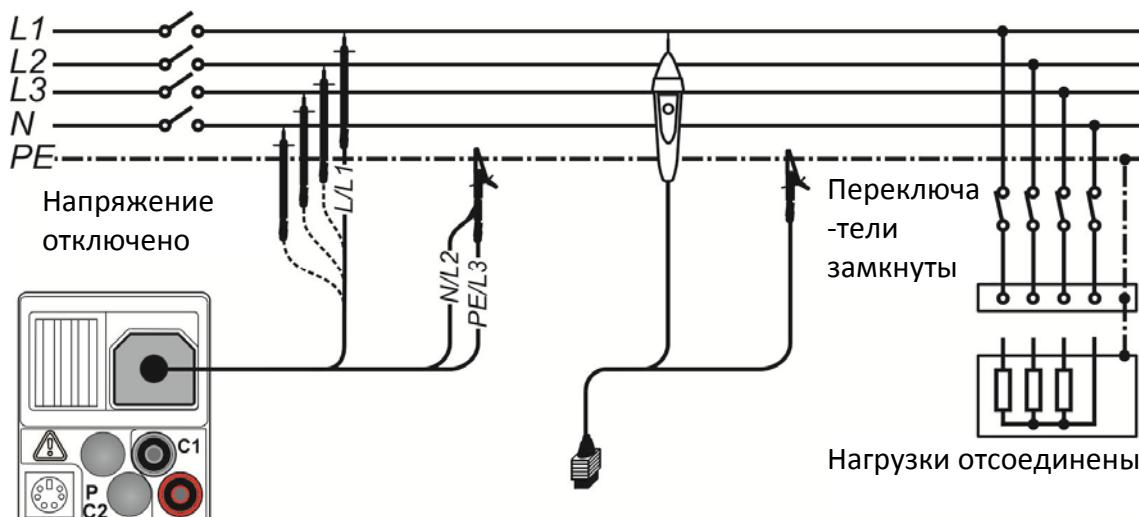

Рисунок 5.6: Подключение 3-х проводного тестового кабеля и щупа с наконечником «Tip commander» ($U_N \leq 1 \text{ кВ}$)
- **Подсоедините** испытательный кабель к прибору и затем к исследуемому компоненту (см. Рисунок 5.6: Подключение 3-х проводного тестового кабеля и щупа с наконечником «Tip commander» ($U_N \leq 1$ кВ)
- **Подсоедините** испытательный кабель к прибору и затем к исследуемому компоненту (см. Рисунок 5.6: *Подключение 3-х проводного тестового кабеля и щупа с наконечником «Tip commander» (UN≤ 1 кВ)*)